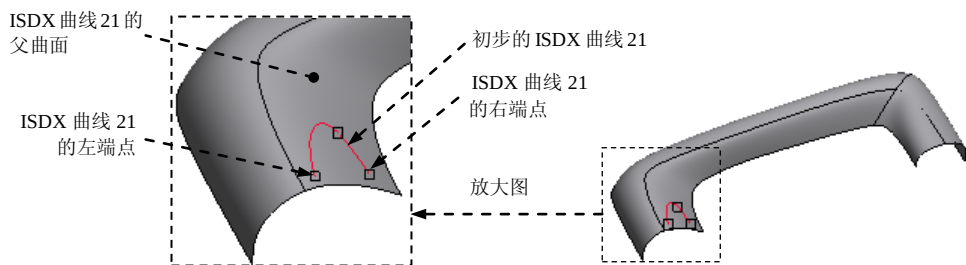
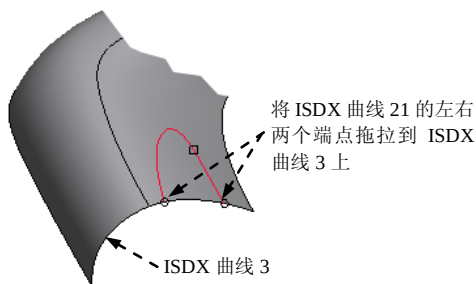

图 8.8.58 初步的 ISDX 曲线 21
图 8.8.59 对齐各端点
(2) 创建初步的 ISDX 曲线 21。
① 单击 **样式** 功能选项卡 **曲线** 区域中的“曲线”按钮 。
② 在操控板中单击  按钮。
③ 选择父曲面。在操控板中单击 **参考** 选项卡，在弹出的界面中单击 **曲面** 后的  单击此处添加项选项，然后选取图 8.8.58 所示的曲面。
④ 绘制图 8.8.58 所示的初步的 ISDX 曲线 21，然后单击操控板中的  按钮。
(3) 编辑初步的 ISDX 曲线 21。
① 单击 **样式** 功能选项卡 **曲线** 区域中的“曲线编辑”按钮  **曲线编辑**。选取初步的 ISDX 曲线 21。
② 按住 Shift 键，将 ISDX 曲线 21 的左、右两个端点拖拉到 ISDX 曲线 3 上，此时两个端点显示为小圆圈“○”，如图 8.8.59 所示。